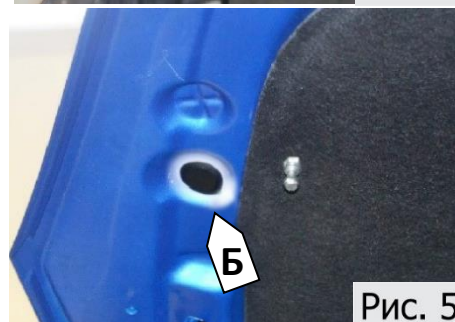

Рис. 5
5.Закрутить болт-шарнир с шайбой Б в резьбовое отверстие гайки закладной, через шумоизоляцию капота. Вставить резиновую заглушку Б, (Рис.5)